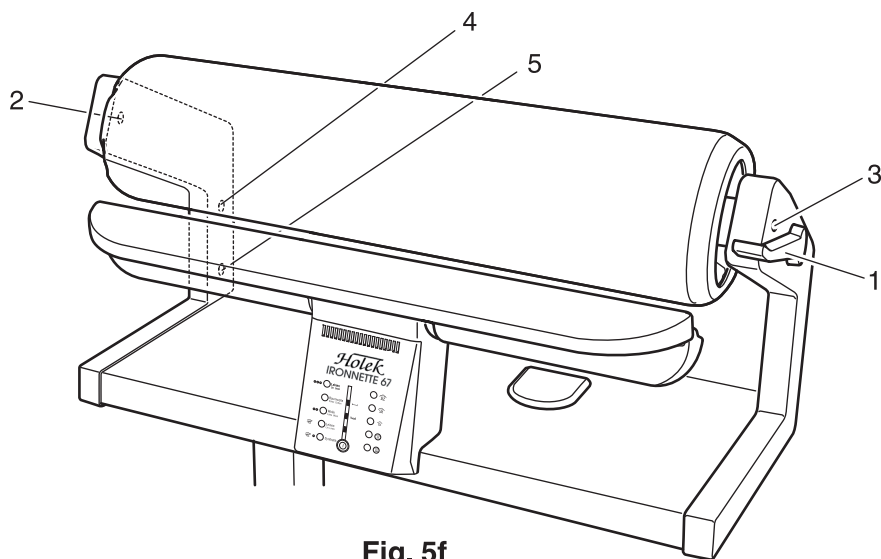

Fig. 5f
- Sämtliche Deckel anbringen und mit den Schrauben 2 bis 5 befestigen (Fig. 5f).